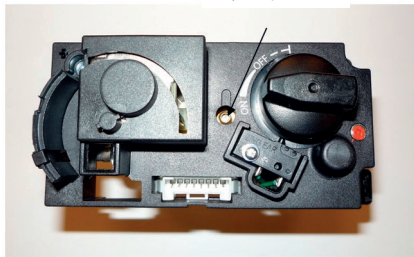

Рис.12. Способ регулировки выходящего газа
3. Регулятор давления находится в верхней части корпуса блока управления. Чтобы провести регулирование, необходимо снять пластиковую заглушку (Рис.12.).